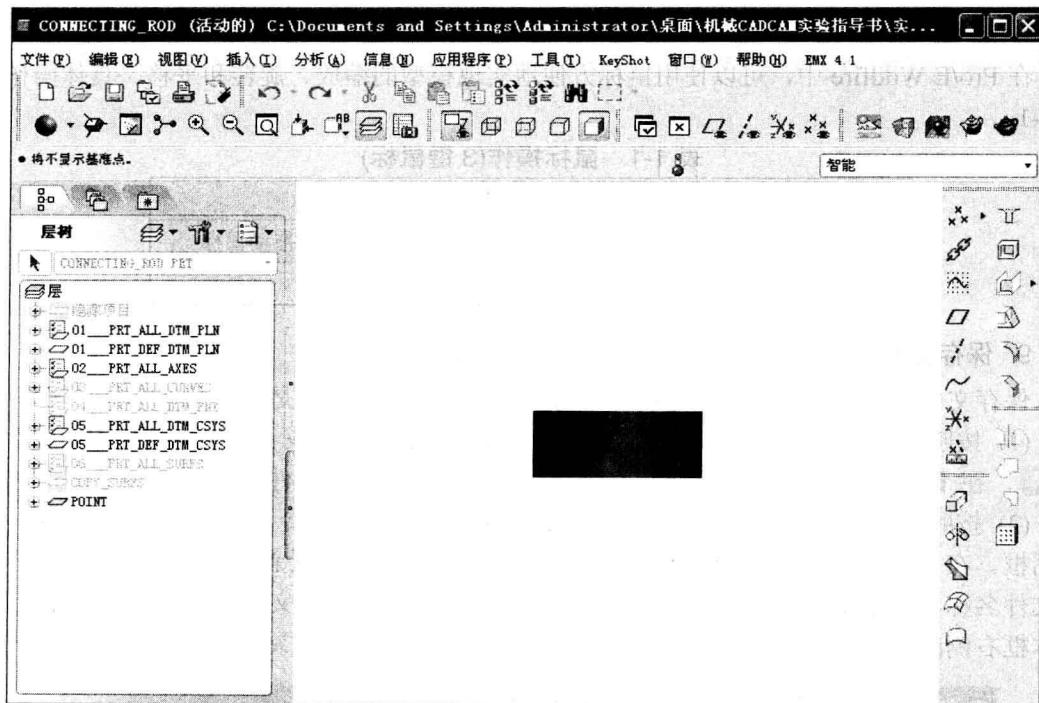

图 1-17 俯视图
- (3) 俯视图：点击视角控制对话框中的【TOP】，模型显示效果如图 1-17 所示。